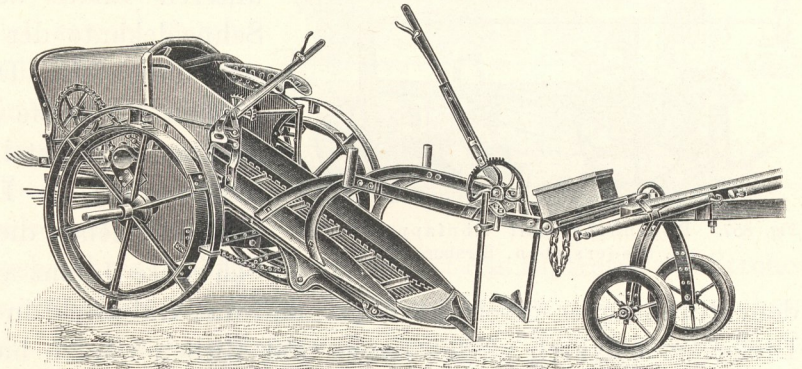

Fig. 855. Kartoffelerntemaschine von C. F. Richter, Brandenburg a. Havel.
d) **Das Elevatorsystem** (Fig. 855). Der durch das Schar aufgenommene Kartoffeldamm mit Erde und Kartoffeln gelangt hinter dem Schar auf eine gleichzeitig ein Sieb bildende, zwischen zwei Seitenwänden sich bewegende Elevatorkette. Die Erde fällt zwischen den Eisenstäben hindurch, und die so gesäuberten Kartoffeln werden nach dem hinteren Teil der Maschine befördert, wo sie, von dem etwa noch mitgenommenen Kraut befreit, direkt hinter der Maschine in einer Reihe zum Aufnehmen abgelegt werden. Zu beiden Seiten des Vorderwagens ist noch ein Krautheber angebracht, der alles Kraut und Unkraut auf die Elevatorkette leitet, damit sie die Maschine nicht verstopfen; im hinteren Teile der Maschine befindet sich dann eine Art Kurbelwelle, die das Kraut zwingt, nach hinten und seitlich herauszutreten.